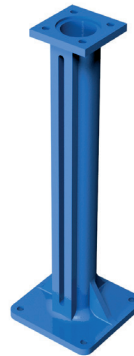

Fig. 4
- Straight floor stand (Abb. 4)